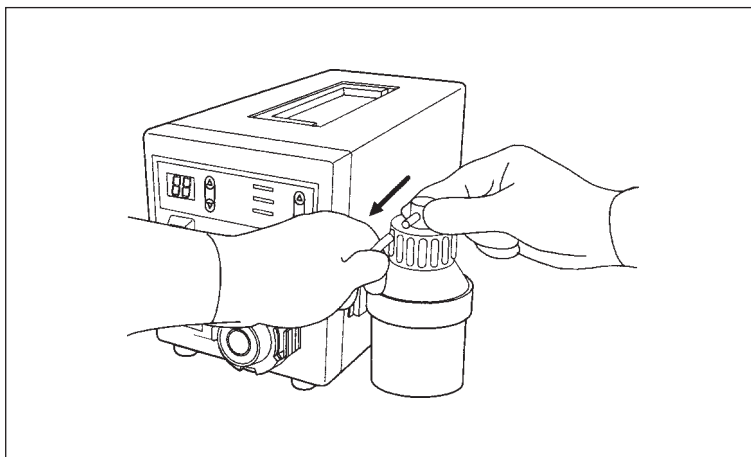

Рис. 6.1.
1. Отсоедините Трубку Водяного Насоса от Коннектора Резервуара для Воды (См. рис. 6.1)